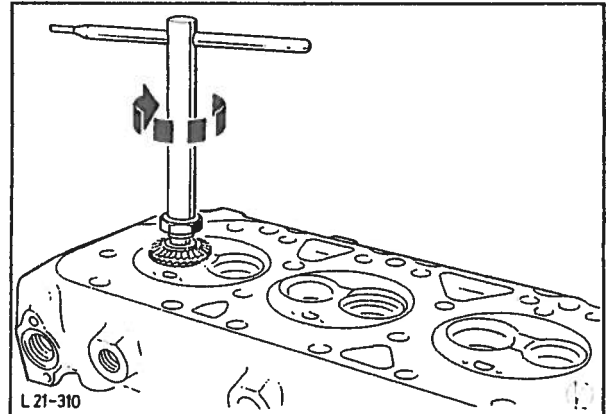
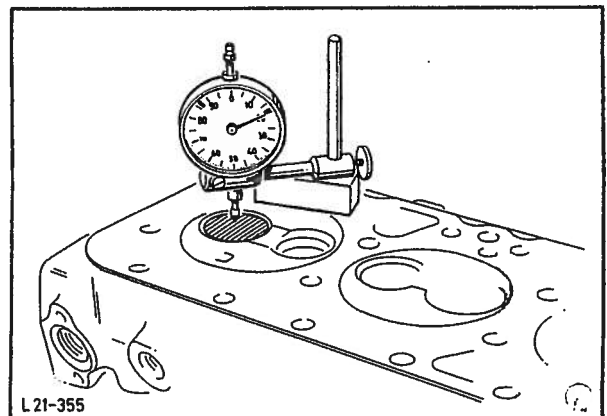

Fig. 137 Fresing av ventilsete.
Fig. 138 Måling av ventilens dybde i topplokket.
1. Fres ventilsetet med en vanlig setefres, fig. 137. Fres deretter ventilsetet på nytt for å oppnå riktig bredde med korrekt fres og mål ventilhodets dybde under topploksflaten, fig. 138.